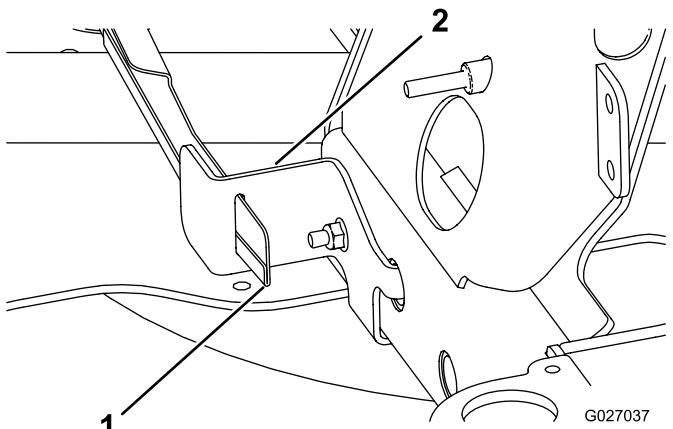
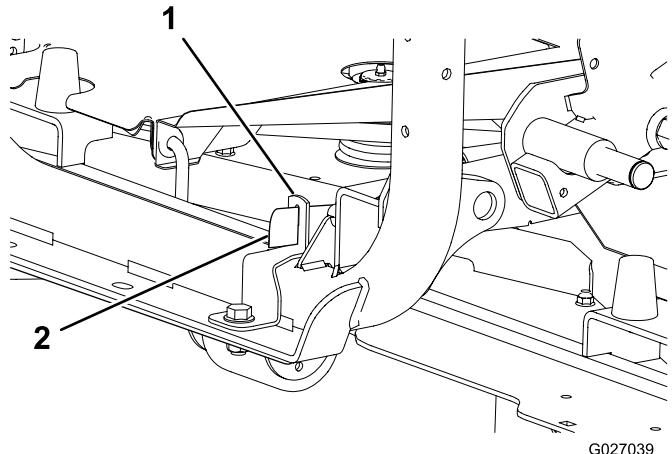

Figura 26
Figura 27
2. Montate lo schermo dell'albero di trasmissione attraverso la scanalatura nel supporto dello schermo montato nella procedura 11 Montaggio del supporto dello schermo (pagina 9); fate riferimento a Figura 26 o Figura 27.